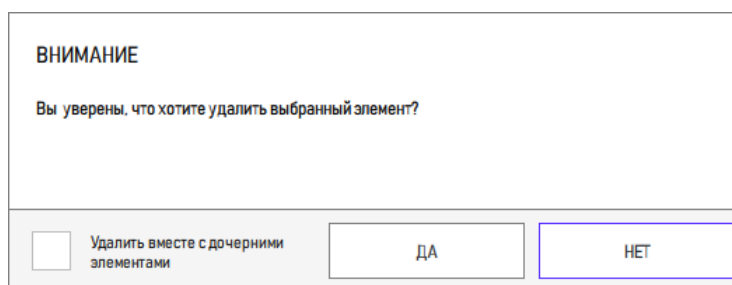

Рисунок 121 – Вид окна для подтверждения удаления финального изделия
2) В открывшемся диалоговом окне нажать на кнопку «ДА» для подтверждения действия (рисунок 121).